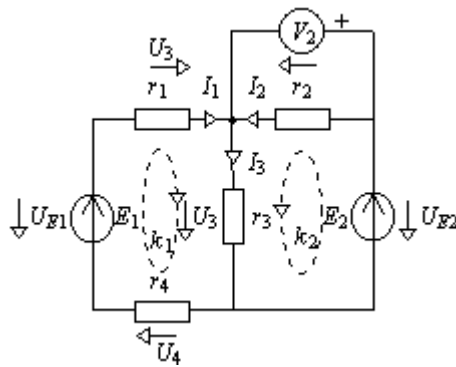

Рис. 3.1
3.3. Найти токи и напряжения на всех участках электрической цепи и значение напряжения источника питания  $E_1$  для схемы на рис. 3.1. Параметры цепи:  $r_1 = 1[\text{Ом}]$ ;  $r_2 = 2[\text{Ом}]$ ;  $r_3 = 2[\text{Ом}]$ ;  $r_4 = 5[\text{Ом}]$ ,  $E_2 = 10[\text{В}]$  и напряжение  $U_2 = 4[\text{В}]$  на элементе  $r_2$ , измеренное вольтметром.